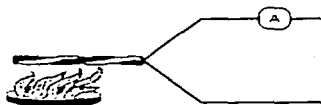

Figura 2
- Asociar las partes que la integran, de acuerdo con la figura 2.